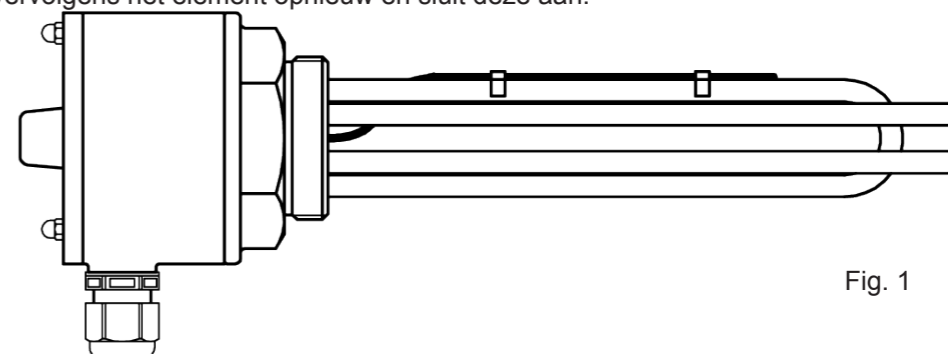

Fig. 1
2. Draai vervolgens het element uit de draadbus en monteer de thermostaatvoeler m.b.v. de beugels op het elementbeen welke volgens de markering het hoogst komt (zie Fig. 1).